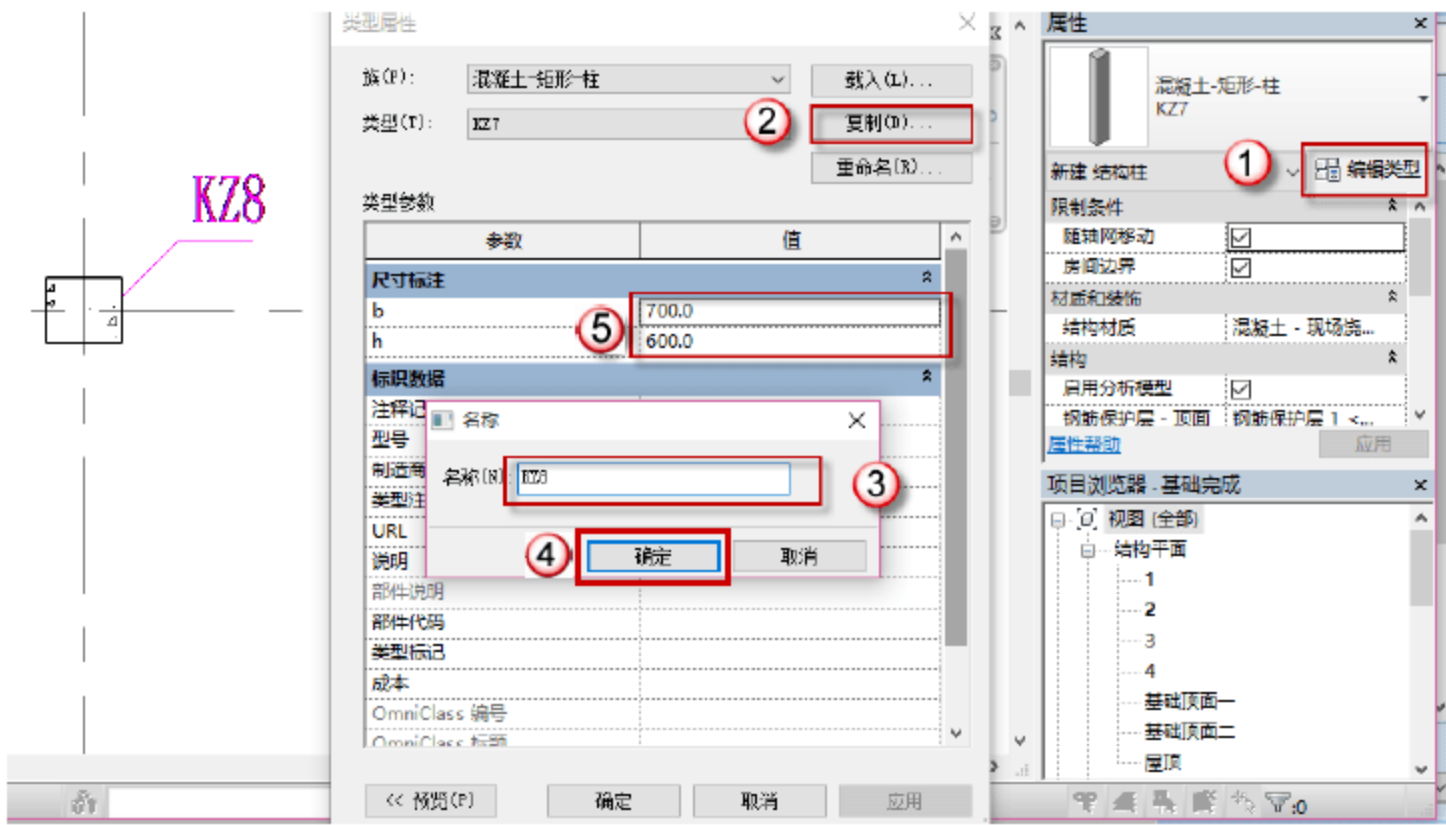

图 4.1.17 设置矩形框架柱 KZ8
(17) 设置矩形柱 KZ8 参数，按快捷键 C+L，出现绘制的界面，单击“编辑类型”按钮，在弹出的对话框中单击“复制”按钮，再在弹出的对话框中命名新的族 KZ8，单击“确定”按钮。在“尺寸标注”栏设置参数，如图 4.1.17 所示。